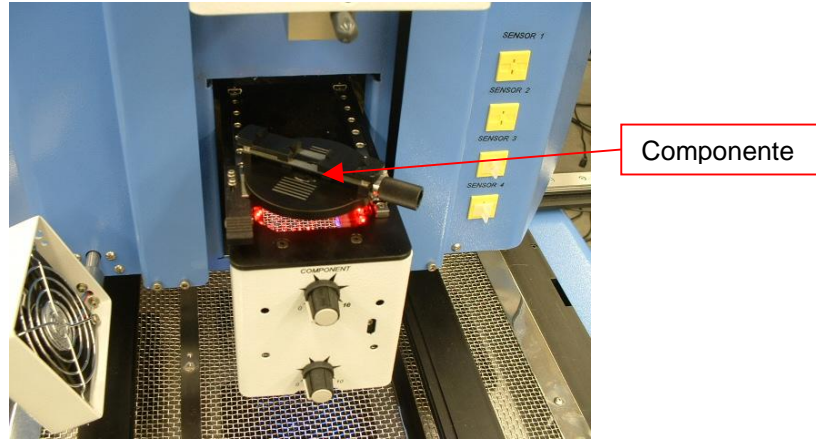

Figura 17a
- ix. Mettere il componente nella piastra di montaggio in cima all'alloggiamento della telecamera. (Figura 17a) Il componente deve essere orientato allo stesso modo dell'ugello. Regolare conformemente al paragrafo 11.